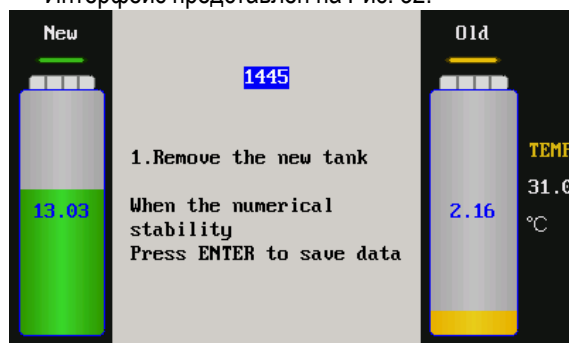

Рис. 32
- 3) Согласно подсказкам на интерфейсе ввести значение веса, а затем нажать кнопку ENTER. Интерфейс представлен на Рис. 32.